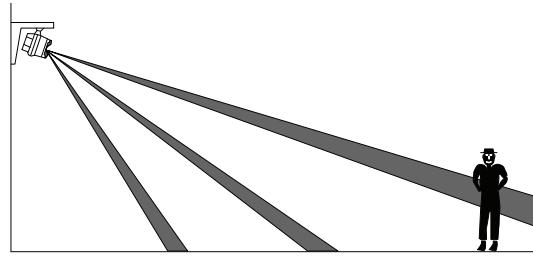

Figura 8. Ajuste del PIR
- H. Refiérase al diagrama de cobertura del detector que corresponda con su unidad. Coloque el detector de manera que una línea imaginaria desde el centro del detector alcance el centro del cuerpo de una persona a la distancia máxima donde se requiera detectar el movimiento (vea Figura 8). Salga del diagrama de cobertura del detector. Camine lentamente A TRAVÉS del diagrama de detección del equipo (en direcciones opuestas), para verificar la perfecta colocación del detector. Vuelva a ajustarlo si fuera necesario.